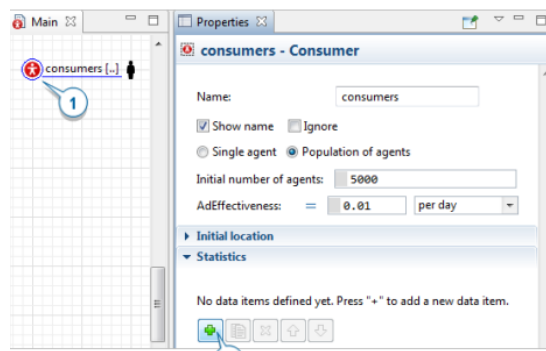

Рисунок 4.1 – Кнопка «Додати статистику»
2. Натисніть кнопку *Add statistics button* (рис. 4.1).